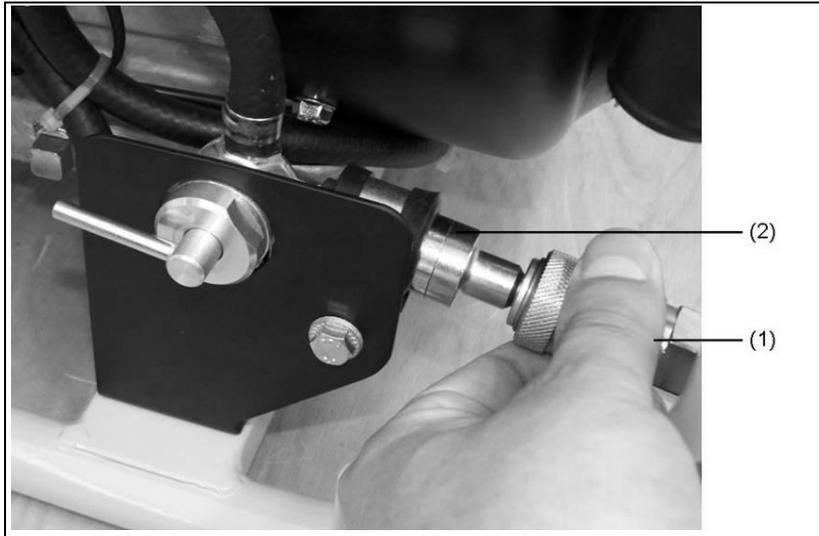

Abb. 5-12: Betankungsgerät anschließen
2. Schnelltrennkupplung (Abb. 5-12-(1)) auf Anschluss Fremdbetankung (Abb. 5-12-(2)) aufstecken.
1. Gerändelte Hülse der Schnelltrennkupplung (Abb. 5-12-(1)) zurückziehen.